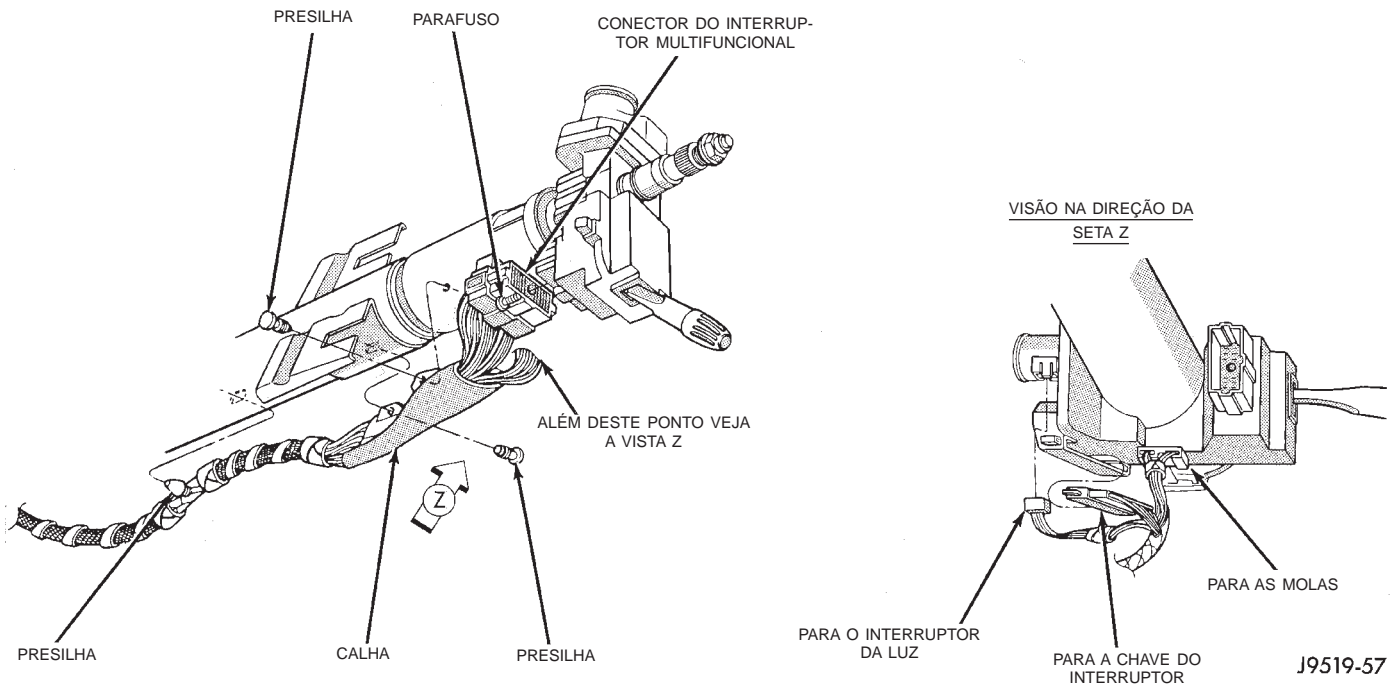

Fig. 7 Fiação da Coluna de Direção
- (14) Desconecte a fiação dos interruptores da coluna (Fig. 7).
- (15) Remova a fiação da coluna de direção.
- (16) Remova o interruptor da ignição.
- (17) Remova o cabo de intertravamento da coluna de direção. Consulte o Grupo 21 - "Intertravamento Câmbio/Ignição na Transmissão Automática".
- (18) Remova a coluna.